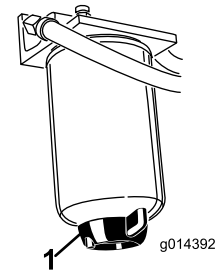

図 38
水セパレータ 図 38 の水抜きは毎日おこなって異物を除去してください。
2. フィルタ容器 図 38 下部のドレンプラグをゆるめて水や異物を流し出す。